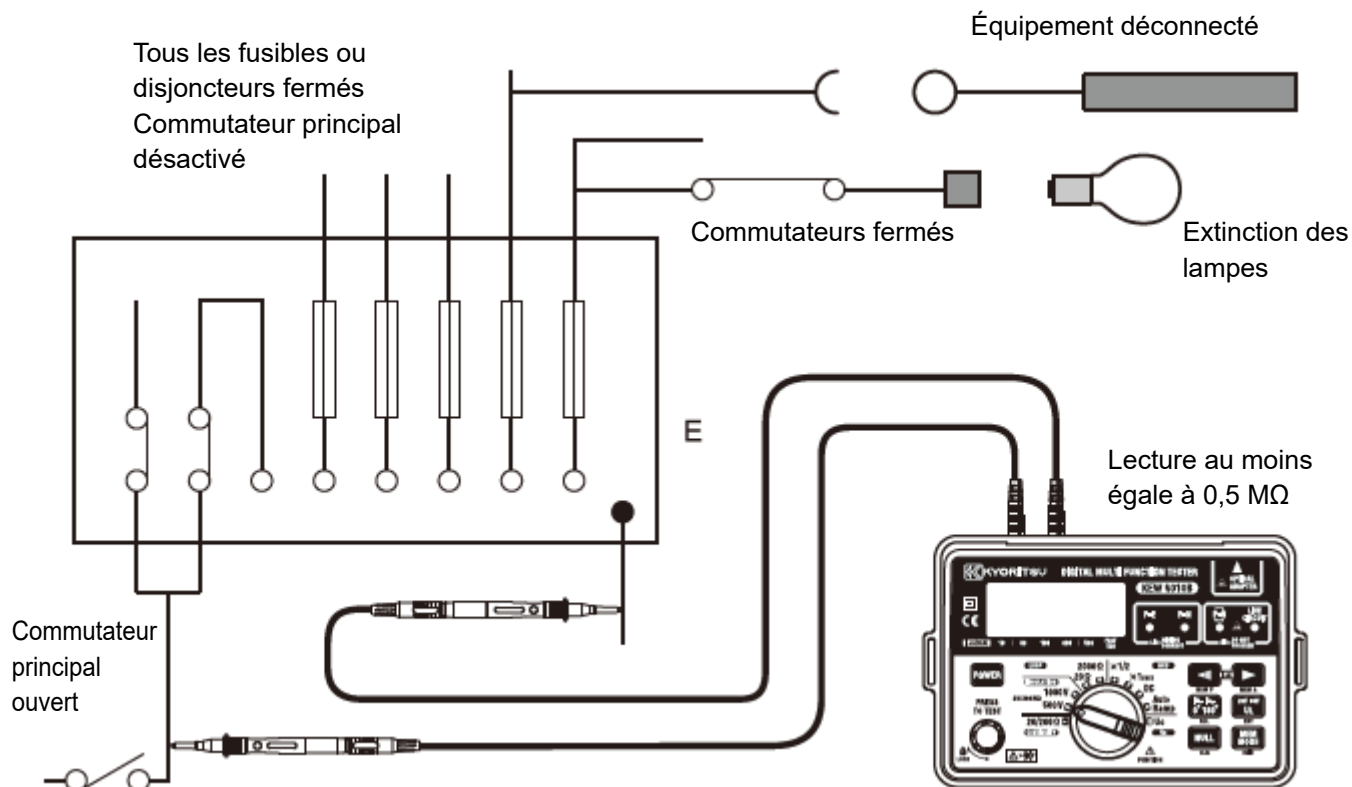

Fig. 7
2. Fixez les fils d'essai à l'instrument et au circuit ou à l'appareil à l'essai (voyez Fig. 7 & 8)